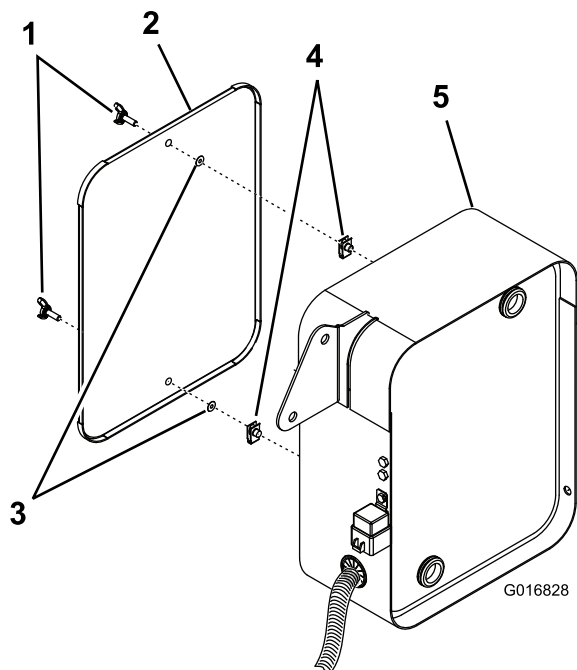

Figure 6
5. Fixez l'écran du refroidisseur d'huile au support du refroidisseur d'huile avec 2 vis à oreilles, 2 écrous de retenue et 2 clips (Figure 6).
1. Reliez les autres extrémités des flexibles hydrauliques à la conduite hydraulique et au bloc collecteur, respectivement (Figure 6).